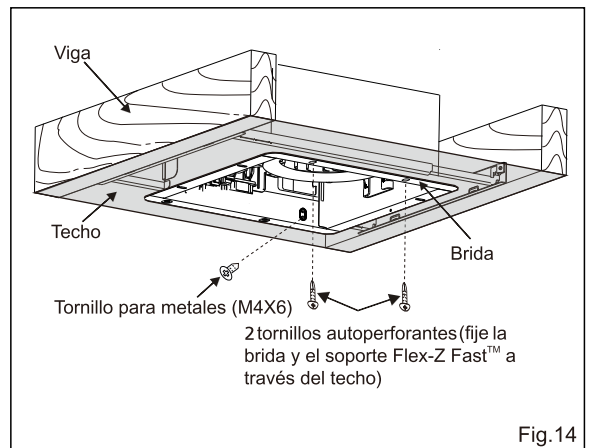

Fig.14
4. Asegure el cuerpo del ventilador en el soporte Flex-Z Fast™ usando dos tornillos auto perforantes, inserte el conector de enchufe en el receptáculo e instale el cuerpo del ventilador en el adaptador usando el tornillo para metales (M4X6). (Fig.14)